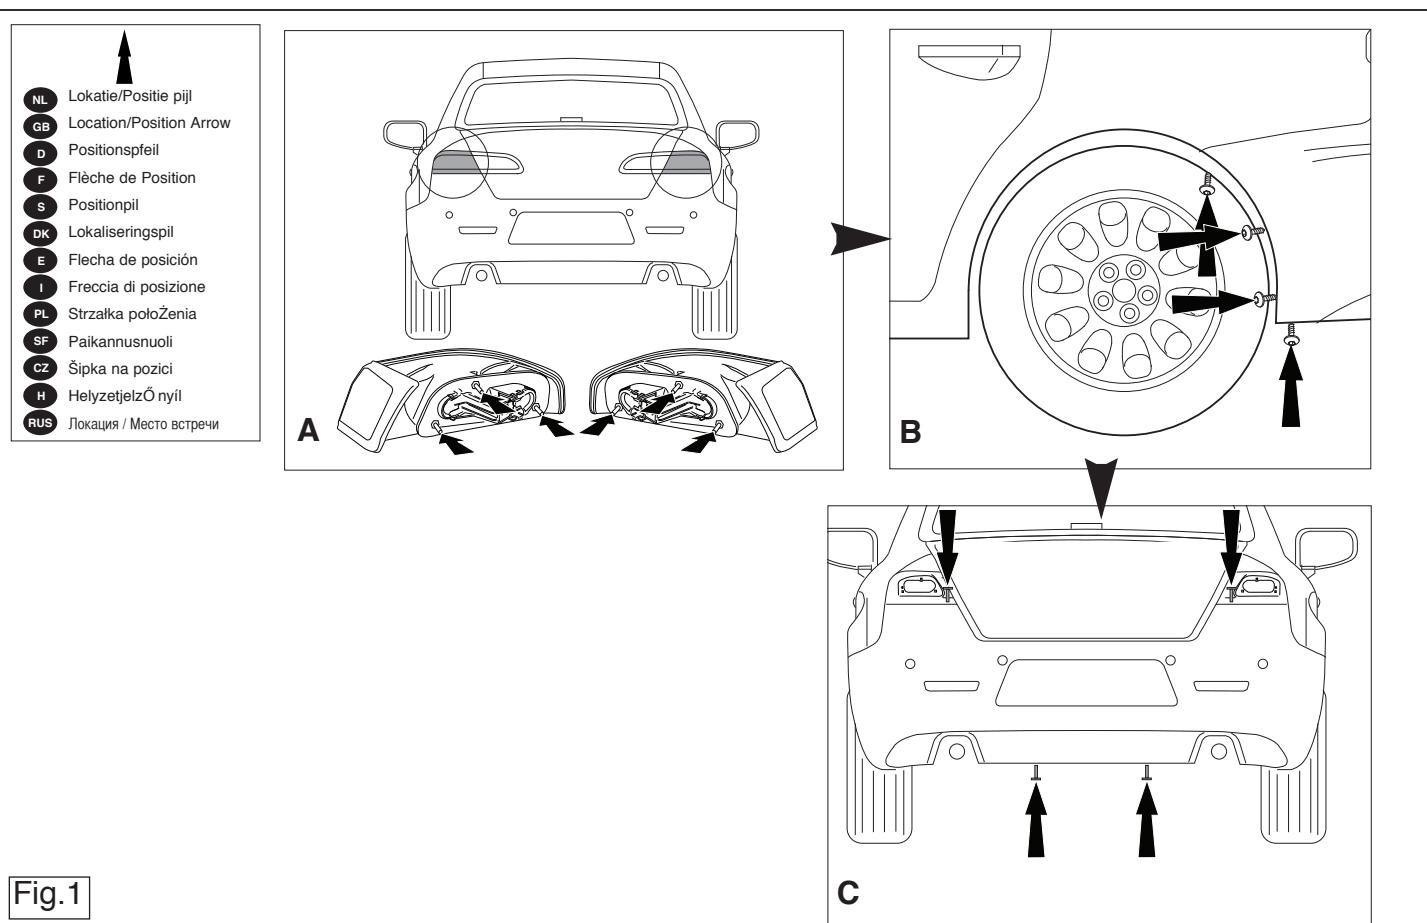

Fig.1
2. Zdemontować tylne światła. (Patrz rysunek 1).
3. Zdemontować zderzak wraz z wypełnieniem tempexowym. (Patrz rysunek 1).